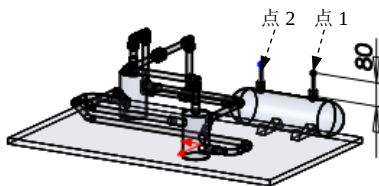

图 11.9.22 添加尺寸
Step1. 定义开始步路点。右击设计树中 **oil_tank<1>** 节点下的 **连接点2**，在系统弹出的快捷菜单中选择 **开始步路 (H)** 命令，系统弹出“线路属性”对话框。
Step4. 标注尺寸。在模型中添加图 11.9.22 所示的尺寸。
Step5. 自动步路。选取图 11.9.22 所示的点 1 并右击，在系统弹出的快捷菜单中选择 **自动步路 (A)** 命令，系统弹出“自动步路”对话框，再选取点 2 为自动步路结束点，单击对话框中的 **确定** 按钮，完成自动步路。